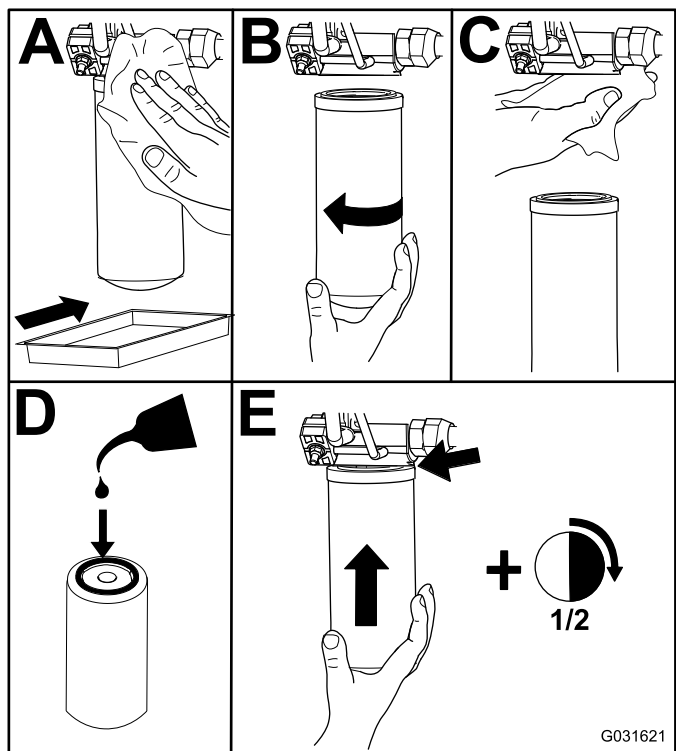

Figura 105
- Cambie los filtros hidráulicos (Figura 105).